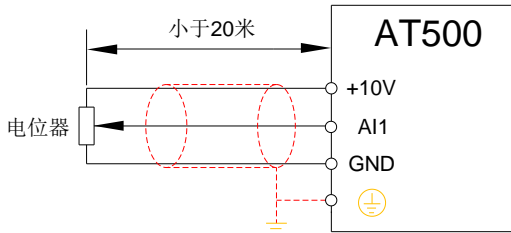
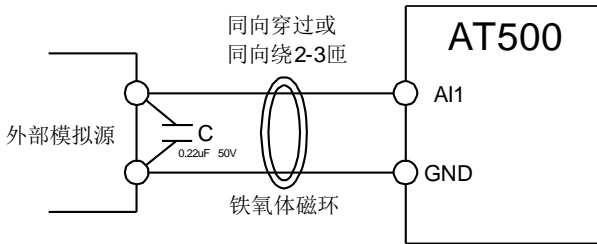

图 3-19 模拟量输入端子接线示意图
图 3-20 模拟量输入端子处理接线图
- a) 模拟输入端子: 因微弱的模拟电压信号特别容易受到外部干扰, 所以一般需要用屏蔽电缆, 而且配线距离尽量短, 不要超过 20m, 如图 3-19。在某些模拟信号受到严重干扰的场合, 模拟信号源侧需加滤波电容器或铁氧体磁芯, 如图 3-20。